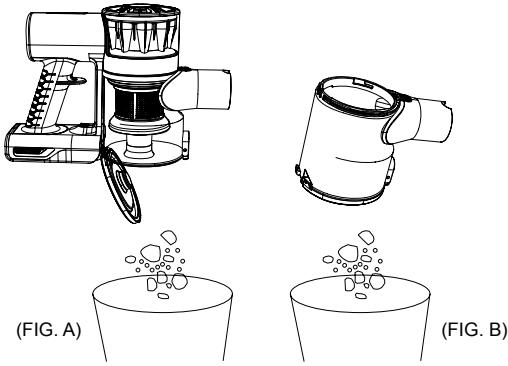

FIG. 8
4. Zdejmij zespół filtrujący: Filtr, Hepa, pojemnik na kurz (Rys.8)